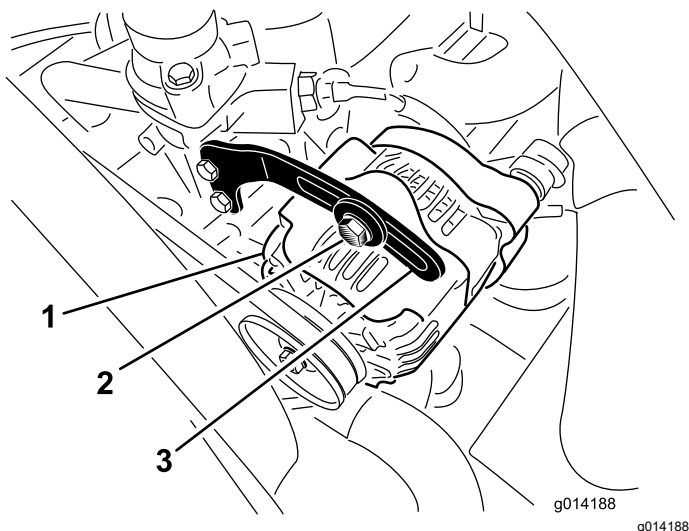

Bild 48
2. Prüfen Sie die Spannung des Lichtmaschinen-riemens, indem Sie eine Kraft von 10 kg in der Mitte zwischen der Lichtmaschine und den Riemenscheiben der Kurbelwelle ansetzen (**Bild 48**).
3. Lockern Sie die Schraube, mit der die Strebe an der Lichtmaschine (**Bild 48**) und der Drehschraube der Lichtmaschine befestigt ist.